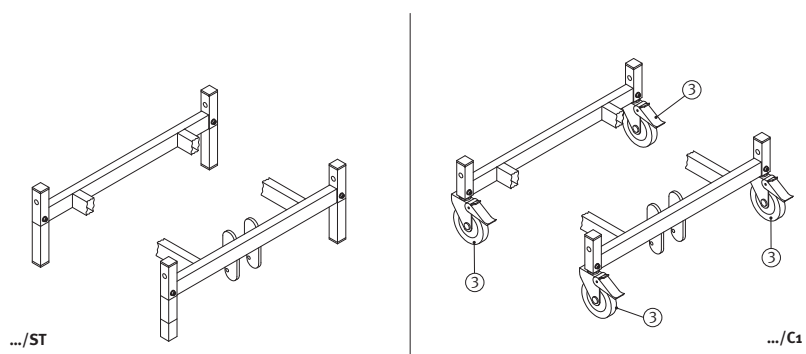

Fig.9 Ruote e sistemi frenanti.
5.4 Ruote e sistemi frenanti (Fig. 9)